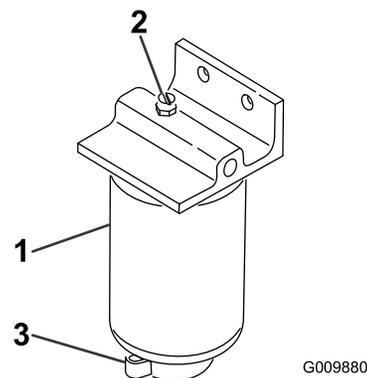

Figure 46
2. Desserrez le robinet de vidange au bas de la cartouche du filtre (Figure 46).
1. Nettoyez la surface autour des supports de la cartouche du filtre (Figure 46).